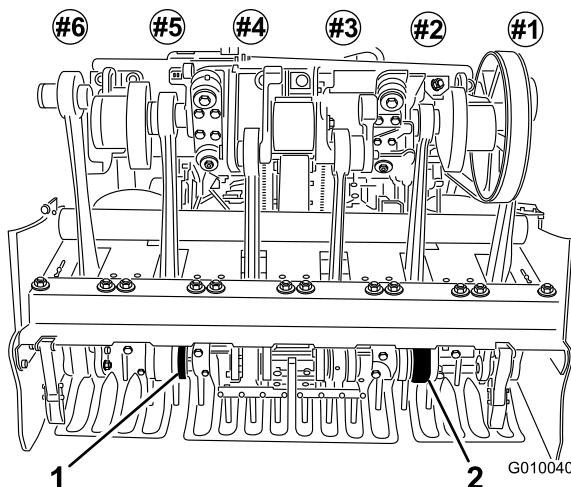

図 25
5. タイン・ホルダー #2 と #5（図 25）にタインを取り付け、キャップスクリュで固定する。